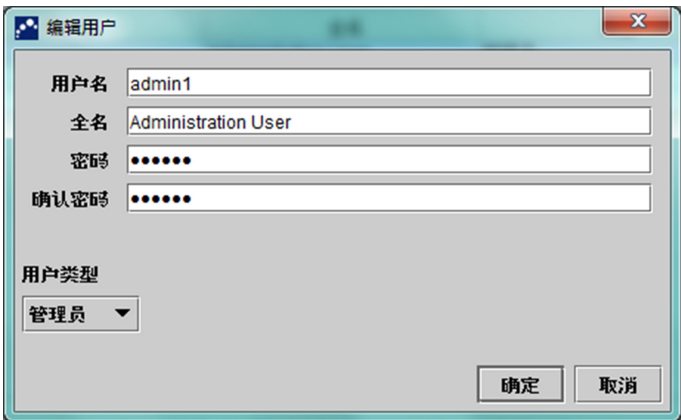

图 2-73. “编辑用户” 对话框
- 单击**编辑**。出现“编辑用户”对话框。参见图 2-73。